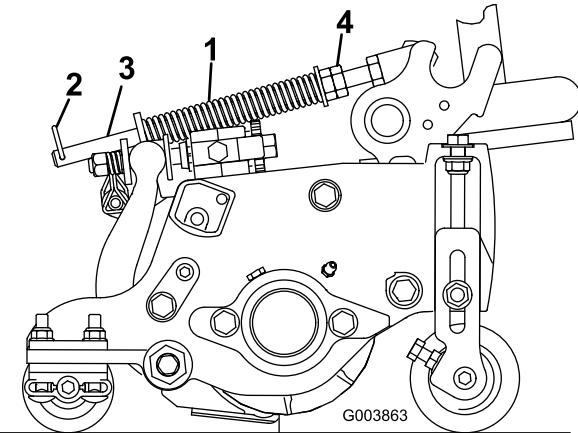

Figura 15
La molla di compensazione del manto erboso (Figura 15) trasferisce il peso dal cilindro anteriore al cilindro posteriore, per contribuire a ridurre l'ondeggiamento del manto erboso, detta anche fluttuazione o bobbing.
1. Verificate che la coppiglia sia montata nel foro posteriore dell'asta della molla (Figura 15).
| 2. Serrate i dadi esagonali sul lato anteriore dell'asta della molla, finché la lunghezza compresa della molla non è di 15,9 cm (Figura 15). | |